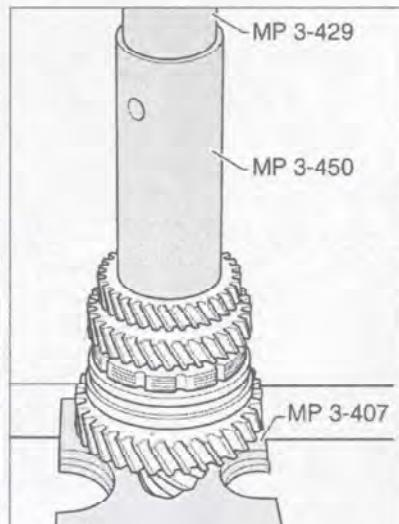

Рис. 7.113. Установка шестерни 3-й передачи.
29. Напрессуйте шестерню 3-й передачи на вал с помощью специального инструмента (рис. 7.113). Канав-